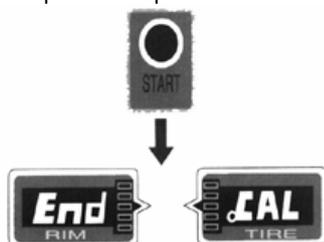

Рис. 14
4. Нажмите кнопку [Start]. После раскрутки и остановки колеса на экранах отобразятся надписи: на левом - "End", на правом - "CAL", что означает окончание операции самоконтроля. См. рис. 14.